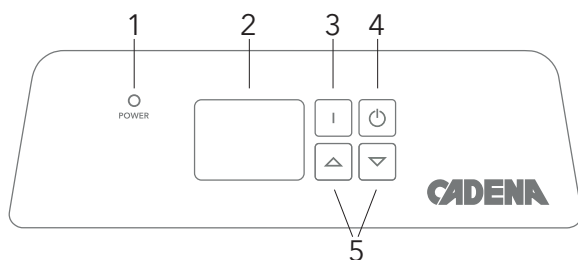

Рис. 3 Панель управления
Вставьте вилку в розетку, на дисплее загорится индикатор сети. Нажмите кнопку питания (4) (рис. 3) для включения устройства, на дисплее отобразится фактическое значение температуры в комнате. Установите желаемый режим работы.
Удерживайте кнопку Включения/выключения (4) (рис. 3) в течение 3 секунд, независимо от настроенного режима работы. Конвектор выключается и переходит в режим ожидания.
Во время работы устройства нажмите одновременно две кнопки (5) (рис. 3) и удерживайте их 3 секунды для блокировки системы. При включенной блокировке на дисплее отображаются закрытые скобки.
Позволяет выбрать уровень мощности нагрева. Нажмите кнопку выбора мощности (3) (рис. 3), чтобы установить мощность нагрева. На дисплее отобразится соответствующий индикатор:
Для установки желаемой температуры нажмите кнопку включения/выключения несколько раз, пока на дисплее не начнет мигать индикатор °C. Настройки температуры будут отображаться на дисплее. Используйте кнопки (5) (рис. 3) для установки температуры. Разница между температурой включения/выключения для заданного значения может